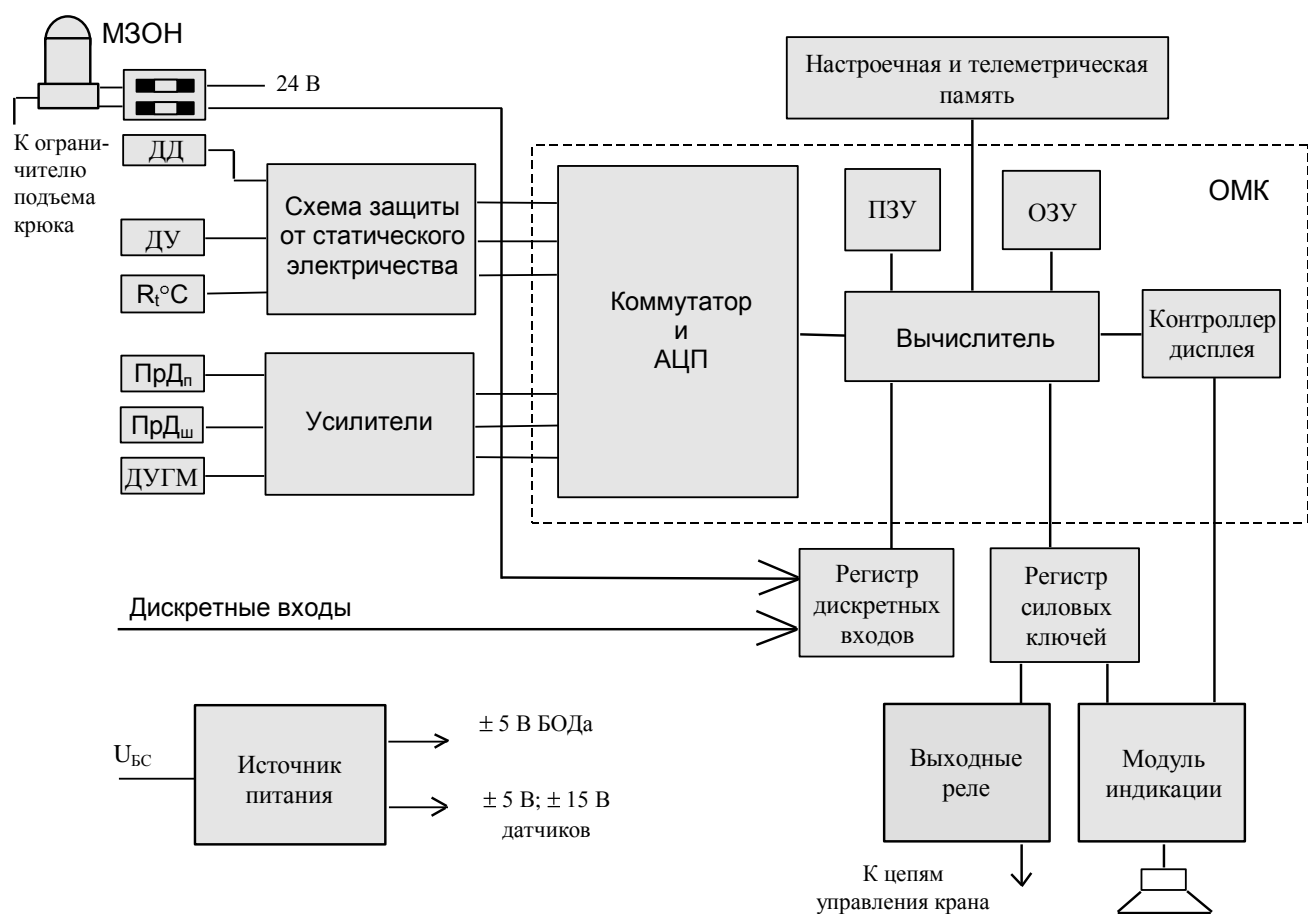

Рисунок 1- Блок-схема ограничителя
1.4.1 Принцип действия ограничителя (рисунок 1) основан на последовательном опросе и преобразовании аналоговых сигналов с датчиков в цифровой код, определении угла и длины стрелы, расчете цифровыми методами величины вылета, высоты подъема (по заданным геометрическим размерам рабочего оборудования крана), а также вычислении фактической массы груза и степени загрузки крана с последующим их сравнением с предельно-допустимыми значениями при выбранном режиме работы.